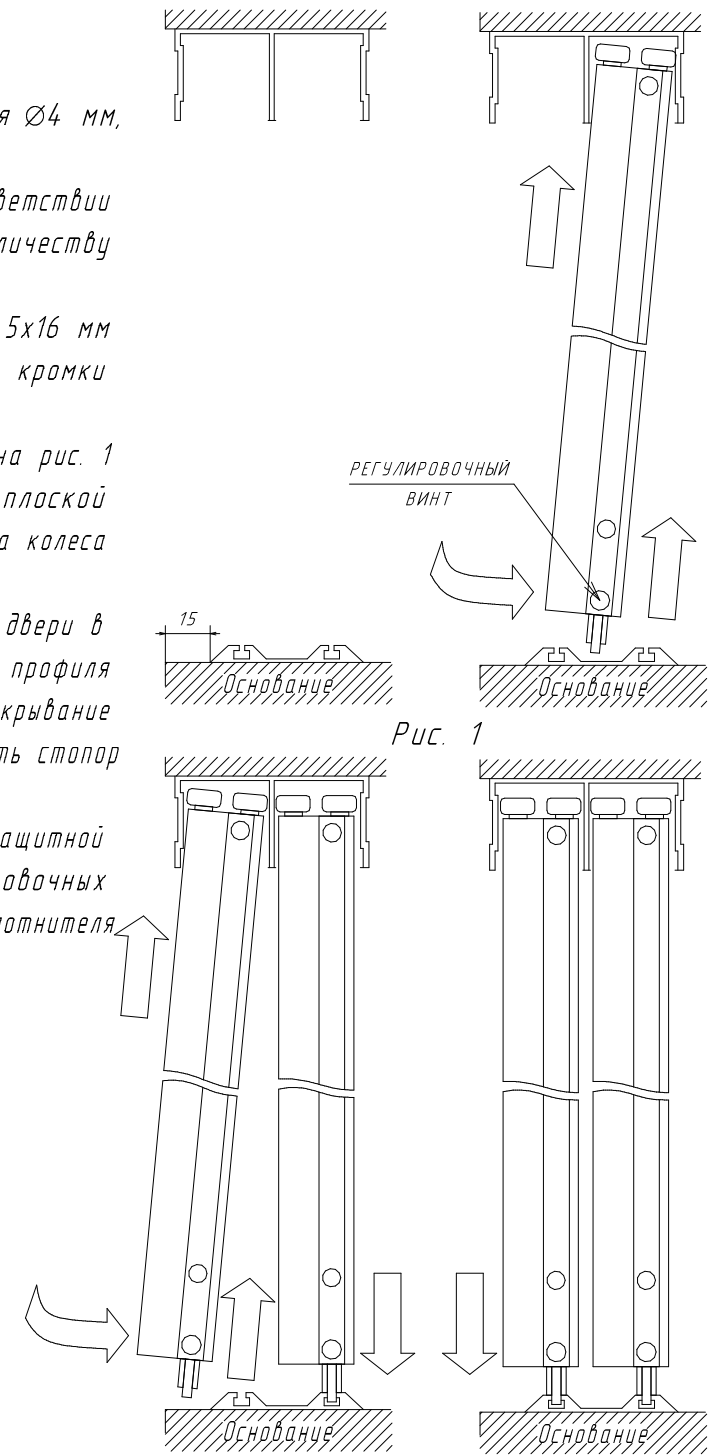

Рис. 1
4. Установить двери-купе в последовательности изображенной на рис. 1